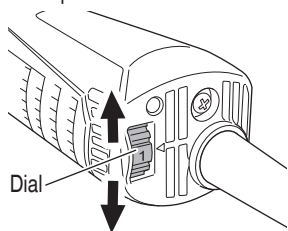

Fig. 4
3. Ajuste del número de revoluciones. Los modelos de arriba están equipados con un impulsor electrónico de velocidad variable e infinita y puede cambiar el número de revoluciones de acuerdo con un uso. Si gira y ajusta la escala del dial (Fig. 4) a 6, el número de revoluciones aumenta, y si lo gira y ajusta a 1, el número de revoluciones disminuye.